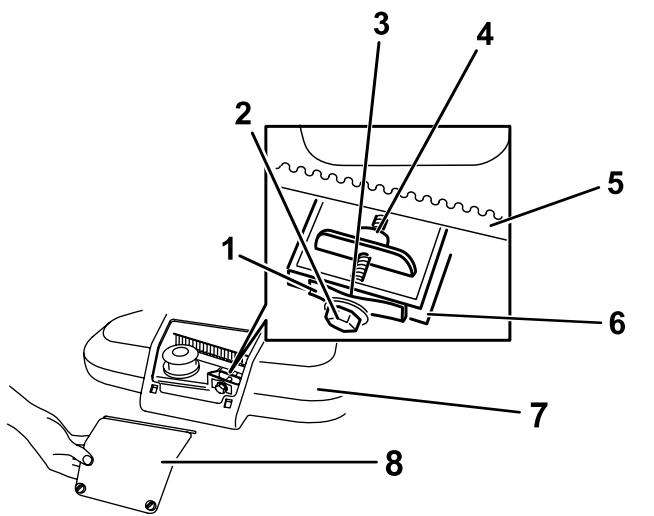

Figure 32
1. Desserrez les 2 fixations quart-de-tour sur le panneau d'accès au protège-courroies et déposez le panneau (Figure 32).
Remarque: Si un espace est visible entre la jauge et le ressort, serrez le boulon et l'écrou de réglage jusqu'à ce que la jauge d'épaisseur puisse à peine passer dans l'espace (Figure 32).